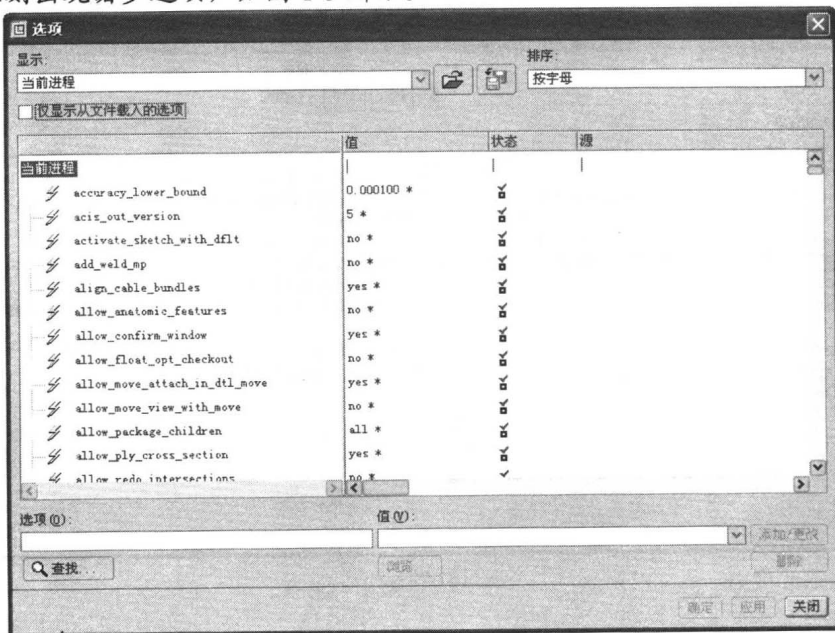

图1-5
(2) 在【选项】对话框中，取消勾选【仅显示从文件载入的选项】复选项（即不勾选此项），立刻出现诸多选项，如图 1-5 所示。